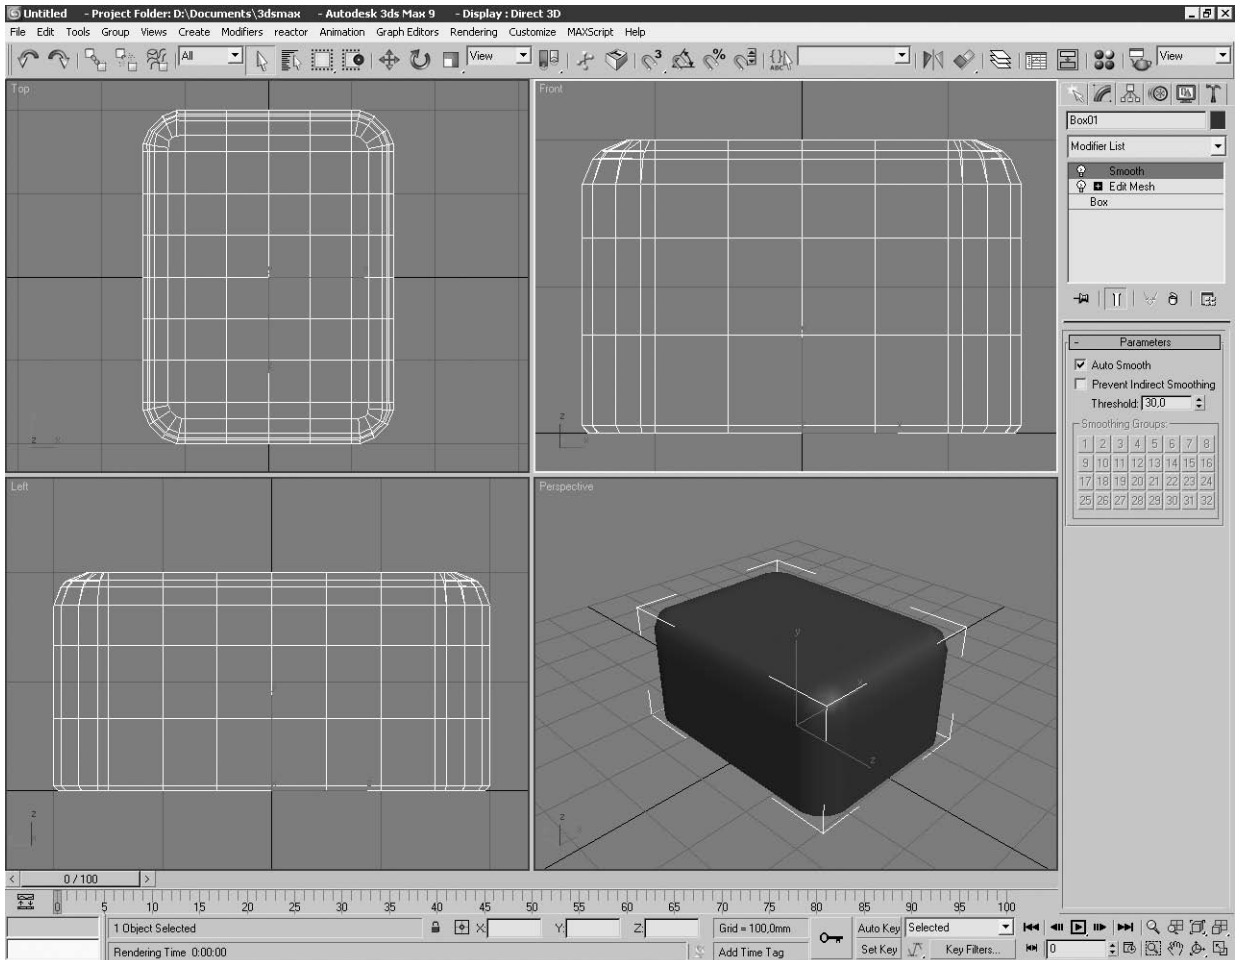

Рис. 4.3
7. Перейти в стеке модификаторов на верхний уровень выделения, а затем в раскрывающемся списке выбрать модификатор Smooth (Сглаживание) — сиденье пуфика приобретет более естественный, гладкий вид (рис. 4.3).